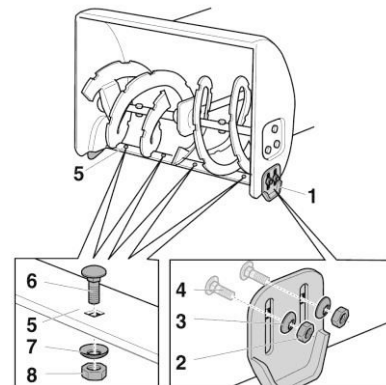

Рис. 11.
Ограничительные башмаки (см. рис.11, поз.1) регулируют расстояние между очищаемой поверхностью и подрезным ножом (рис.11 поз.5) для того, чтобы посторонние предметы (камни, прутья и т.д.) во время работы не попадали в снегозаборник снегоуборщика.
1. Ослабить шестигранные гайки (рис.11.поз.2) крепления ограничительных башмаков с обеих сторон снегозаборника.
3. Затянуть шестигранные гайки (рис. 11.поз.2). При этом оба ограничительных башмака должны касаться всей своей нижней плоскостью поверхности земли (для исключения их неравномерного износа).
При использовании снегоуборщика на ровной поверхности снегозаборник, подрезной нож (см. рис.11, поз.5) и колеса должны находиться на одном уровне. Если подрезной нож установлен слишком высоко, то снег будет отбрасываться под снегоуборщик в процессе его движения. При низкой установке, подрезной нож будет очень быстро изнашиваться. Для регулировки подрезного ножа требуется:
2. Ослабить гайки (рис.11 поз.8) крепления подрезного ножа.